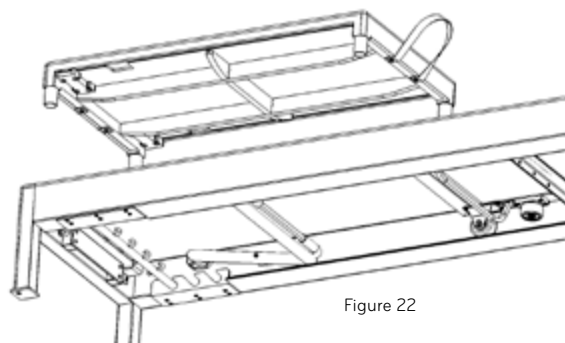

Figure 22
5. Soulevez et installez le tapis de conversion dans le cadre. Vous verrez (2) encoches sous le tapis pour dégager les pivots de la Footbar, assurez-vous de les installer à la base de l'appareil. Reportez-vous à la figure 22 pour référence.